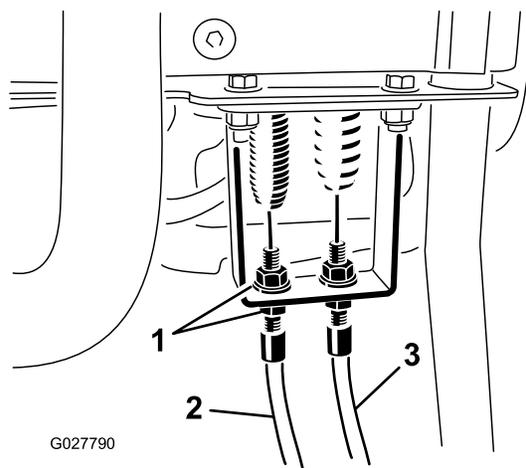

Рисунок 50
3. На переходнике рукоятки управления ослабьте трос управления барабаном, пока на нем не появится слабина (Рисунок 50).